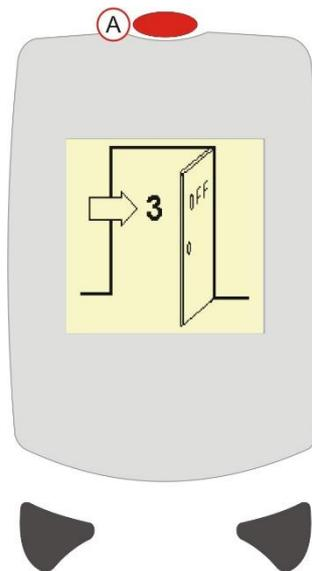

Figura 14 APAGAR
Cuando se hayan tomado las mediciones requeridas, pulse y sujete la tecla de potencia (A) (consultar la Figura 14) durante tres segundos para APAGAR el instrumento. Aparecerá la imagen de una 'puerta' realizando una cuenta atrás 3, 2, 1.